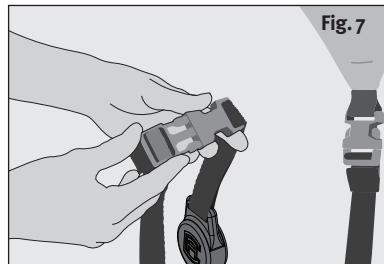

Fig. 7
- Insérez une extrémité de la sangle dans la boucle sur un rabat de tension latéral. Ensuite, attachez la rondelle à l'autre extrémité de la sangle (fig. 7).